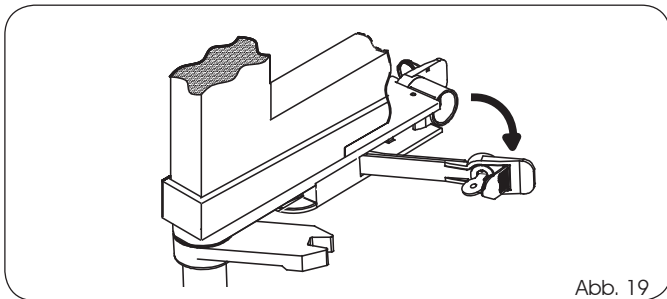

Abb. 19
- 10) Die mechanische Entriegelung freigeben (Abb. 19), dabei auf Abschnitt 7.2 Bezug nehmen.